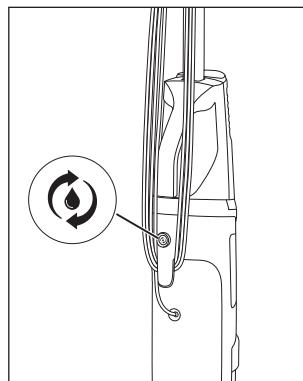

Abb. 32
- ◆ Drücken Sie den Schalter Selbstreinigung  **⑯** (siehe Abb. 32).